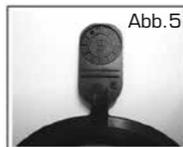

Abb. 5
- Überprüfen Sie vor Beginn der Arbeiten anhand der Datumscheibe (Fig.5) das Herstellungsdatum der Dichtungen. Wir erinnern daran, dass Dichtungen nicht länger als 6 - 12 Monate gelagert werden dürfen (siehe Kapitel 2 - LAGERUNG).